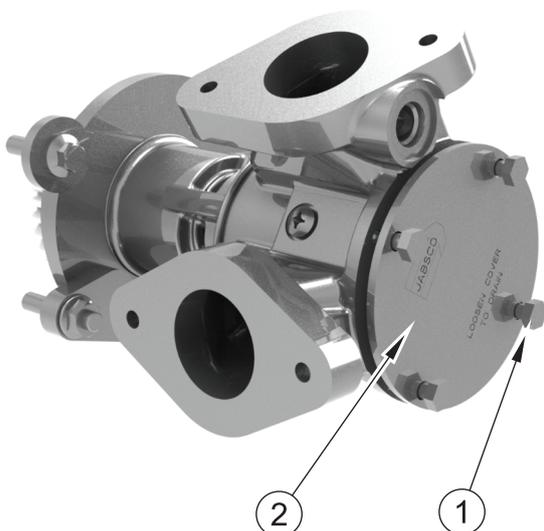

Abbildung 8
3. Entfernen Sie die Endplatte der Hilfspumpe (Abbildung 8, Nummer 2), indem Sie die 4 Befestigungsschrauben (Abbildung 8, Nummer 1) abschrauben und das Wasser in einen geeigneten Behälter abfließen lassen.